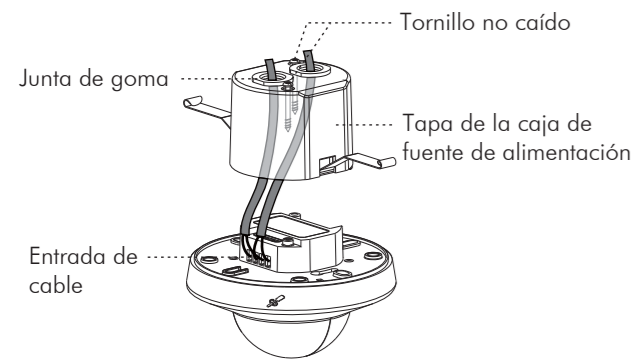

FIG. 10
3.4.2.2 Utilice un destornillador para romper la junta de goma sobre la tapa de la caja de fuente de alimentación, luego introduzca los cables a través de ella (Ver FIG.10).